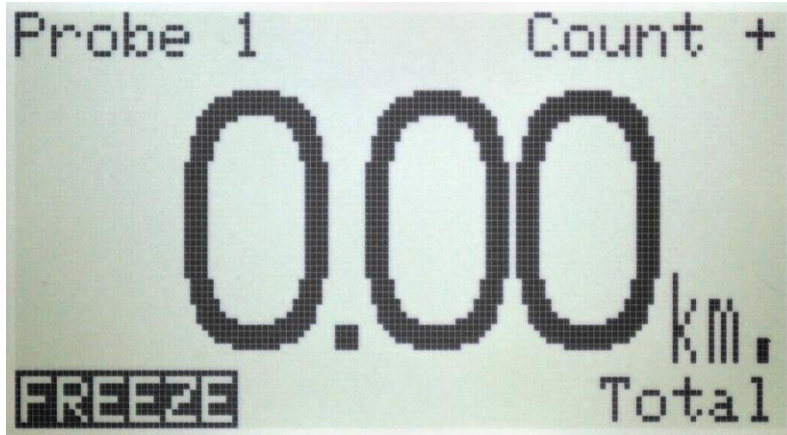

Abbildung 1 – Displaybild – Normalmodus
Sobald der T101 initialisiert ist, sieht das Display wie die Abbildung 1 aus. Die Mitte des Bildschirms zeigt den Wegstreckenzähler (3) und die Einheiten (4) [Meilen oder km] an, in denen das Gerät kalibriert wurde.